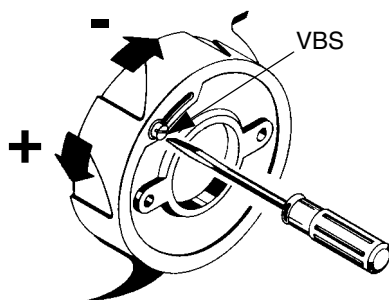

Рис. 12
- 11 Проверка постоянно анализы выбросов, отрегулировать расход воздуха, воздействуя на винт **VBS** (Рис. 12); закручивать его для уменьшения расхода и откручивать - для увеличения.